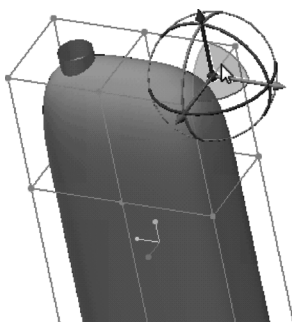
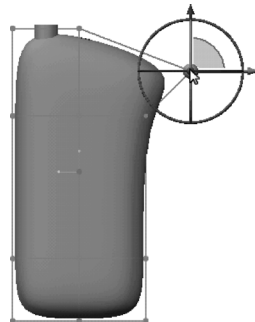

图 7-33 选择右上方边
图 7-34 拖动滑块定义边
10) 选择图 7-33 所示的一条边,接着在“图形”工具栏中单击 (已命名视图) 按钮并从打开的视图列表中选择“RIGHT”视图选项,接着在图形窗口中拖动拖动器的平面控制滑块以定义边,效果如图 7-34 所示。